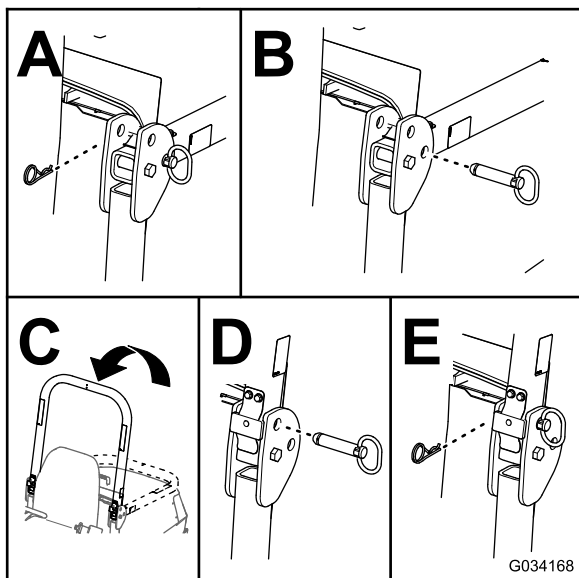

Bild 32
2. Nehmen Sie die Splinte und die Stifte vom Überrollbügel ab (Bild 32).
3. Klappen Sie den Überrollschutz nach oben und befestigen Sie diesen mit den Splinten und Stiften (Bild 32).